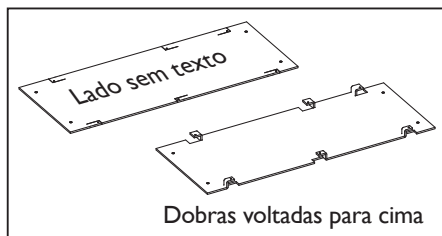

FIG. 16
- Faça as dobras nos locais indicados no gabarito de instalação, certificando-se de que as dobras fiquem voltadas para o lado sem texto (Fig. 16).